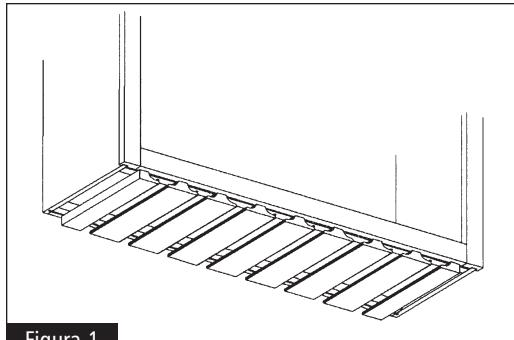

Figura 1
2 Con los orificios pretaladrados en las correas de montaje (cuatro por correa), taladre los orificios de 1/8 pulg. a una profundidad de 3/8 pulg. y asegure a la parte inferior del gabinete con (8) tornillos Phillips #8 x 1-in. Consulte la figura 1.